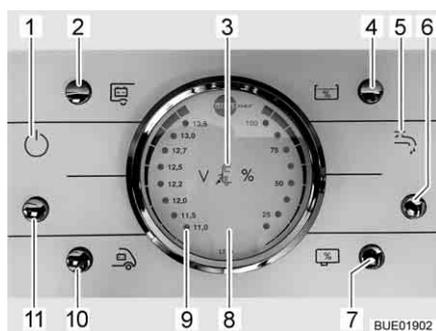

Fig. 164 Pannello di controllo LT 96
Il tasto (Fig. 164,11) inserisce o disinserisce il pannello di controllo e l'alimentazione a 12 V del vano abitabile.
**Accensione:** ■ Premere il tasto (Fig. 164,11): L'alimentazione a 12 V dell'abitacolo è inserita. La spia di controllo (Fig. 164,1) si accende.
**Spegnimento:** ■ Premere il tasto (Fig. 164,11): L'alimentazione a 12 V dell'abitacolo è disinserita. La spia di controllo (Fig. 164,1) si spegne.
Per l'indicatore volt/serbatoio (Fig. 164,8) leggere la scala sinistra. L'indicatore si illumina automaticamente appena viene premuto un tasto.
- Premere il tasto (Fig. 164,10): Viene indicata la tensione della batteria di avviamento.
- Premere il tasto (Fig. 164,2): Viene indicata la tensione della batteria dell'abitacolo.
Per l'indicatore volt/serbatoio (Fig. 164,8) leggere la scala destra. L'indicatore si illumina automaticamente appena viene premuto un tasto.
- Premere il tasto (Fig. 164,4): Viene indicato il livello del serbatoio dell'acqua.
- Premere il tasto (Fig. 164,7): Viene indicato il livello del serbatoio delle acque grigie.
- Premere il tasto (Fig. 164,6): L'alimentazione idrica è accesa. La spia di controllo della pompa dell'acqua (Fig. 164,5) si accende.
- Premere il tasto (Fig. 164,6): L'alimentazione idrica è spenta. La spia di controllo della pompa dell'acqua (Fig. 164,5) si spegne.
La spia luminosa rossa "ALARM" (Fig. 164,9) inizia a lampeggiare non appena la tensione della batteria dell'abitacolo scende al di sotto di 11 V (misurazione durante il normale esercizio) con conseguente rischio che la batteria si scarichi troppo.
La spia di controllo a 12 V (Fig. 164,1) si accende non appena viene inserito il tasto principale dei 12 V (Fig. 164,11).
La spia di controllo a 230 V (Fig. 164,3) si accende quando all'ingresso della centralina elettrica è presente una tensione di rete.